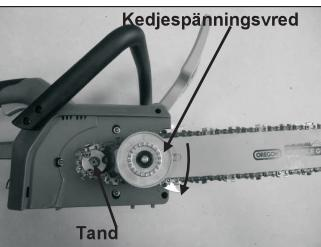

Bild 2D
6. Placerå sågkedjan runt kedjehjulet med de skärande kanterna vända bort från drivhjulet längs kanten på svärdet. Under tiden ska kedjespänningsvredet vridas med sols till dess stopp för att spänna sågkedjan. ( Bild 2D)